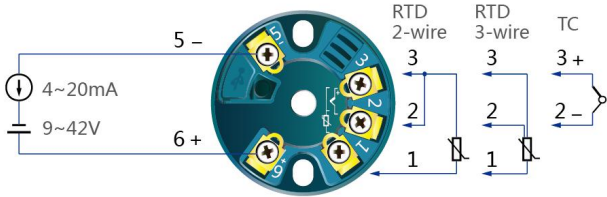

图 2 端子接线图
- 端子接线: 参见图 2, 适合采用截面面积 $0.2 \sim 1.5(\text{mm}^2)$ 的实芯线或多芯线。由 M3 螺丝紧固连接。